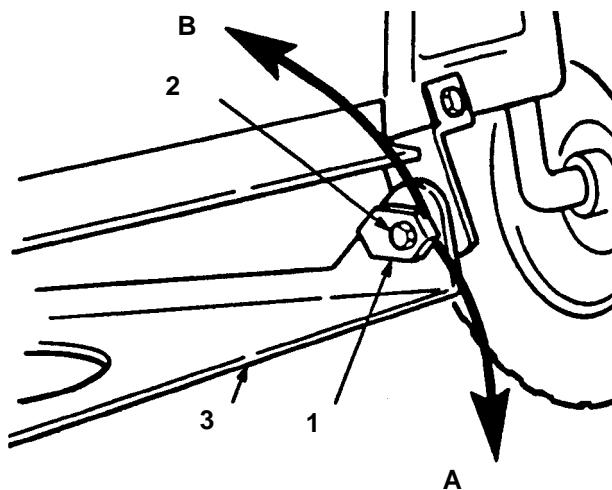

Fig. 52
8. Regolate l'inclinazione longitudinale girando i dadi speciali di registrazione dell'inclinazione su entrambi i lati dell'attacco girevole del tosaerba (Fig. 52).
9. Utilizzate una chiave da 2,54 cm, oppure una busola, e fate girare lentamente il dado sinistro di registrazione dell'inclinazione verso il basso per sollevare la parte anteriore del tosaerba, e verso l'alto per abbassarla (Fig. 52). Girate il dado di registrazione dell'inclinazione fin quando la parte anteriore del tosaerba è 6,4–15,8 mm più bassa della parte posteriore.